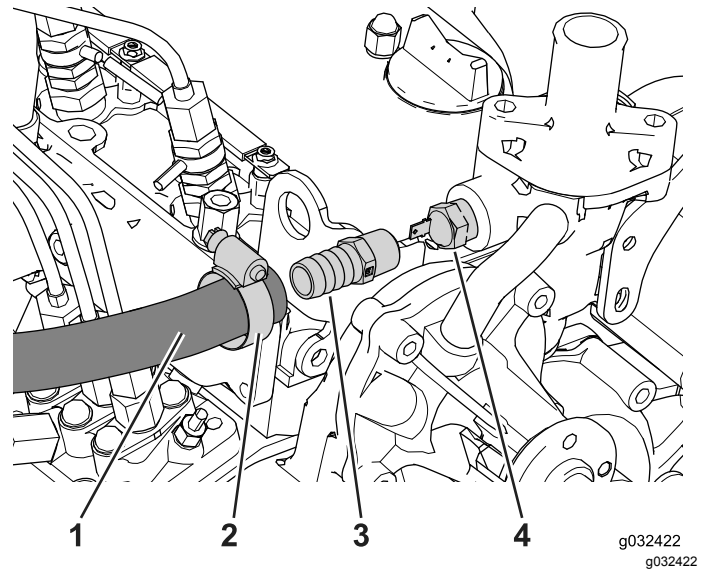

Bild 20
2. Schließen Sie den Temperatursensor ab und entfernen ihn (Bild 20).